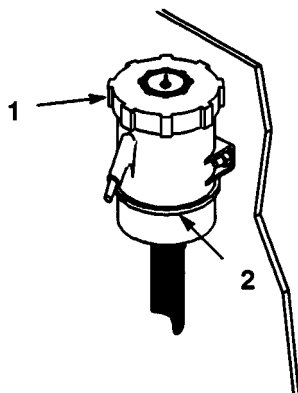

Fig. 33
4. Quando l'asse di trasmissione è freddo, versate l'olio fino alla linea "Full Cold" (pieno freddo) sul serbatoio (Fig. 33).